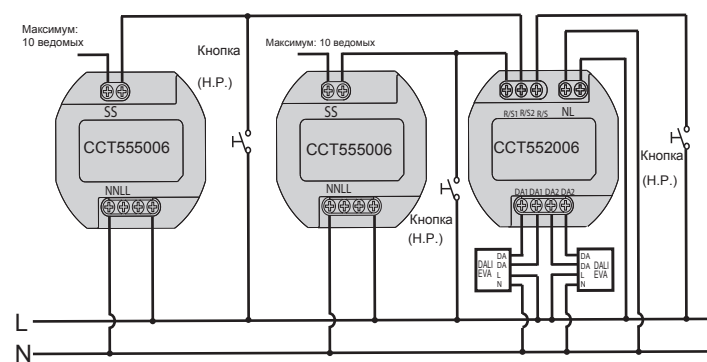
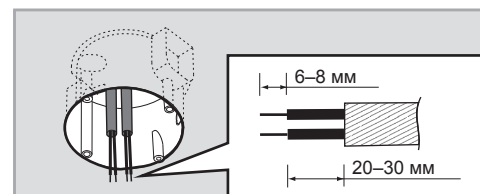
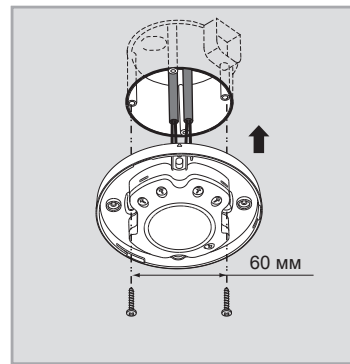
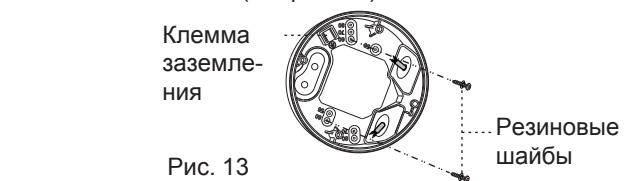

Рис. 5
Рис. 7
Рис. 8
Рис. 13
3.3.1.1 Нормальная работа (см. рис. 5)
- 3.4.1.2 Вытяните кабели питания переменного тока из распределительной коробки по европейскому стандарту (см. рис. 7), затем очистите изоляцию кабеля на 6–8 мм для подключения (см. рис. 5).
- 3.4.1.3 Выполните подключение в соответствии с изображением на рис. 8 и закрепите силовую коробку в распределительной коробке по европейскому стандарту двумя винтами (см. рис. 8).
3.4.2.3 Выполните подключение в соответствии с изображением на рис. 5, а затем плотно прикрутите крышку силовой коробки.
3.4.3.3 Выберите соответствующие выбивные отверстия для закрепления распределительной коробки на поверхности потолочной плиты двумя шурупами с резиновыми шайбами (см. рис. 13).
3.4.3.4 См. правильное подключение проводов на схемах подключения (см. рис. 5). В крепящей пластине имеется квадратное отверстие. При установке крепящей пластины в распределительную коробку приложите паз к выступу распределительной коробки (см. рис. 8), а затем установите головную часть датчика в силовую коробку согласно рис. 13 и закрепите 4 невыпадающими винтами из комплекта поставки.